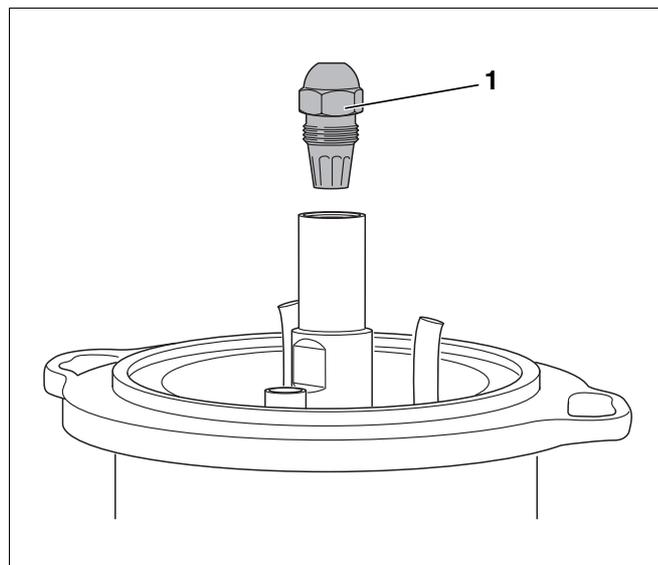

Abb. 28 Düse demontieren
- Düse (Abb. 28, **Pos. 1**) mit zwei Schraubenschlüsseln SW 16 und SW 19 lösen.
- Düse abschrauben (Abb. 28, Seite 29).